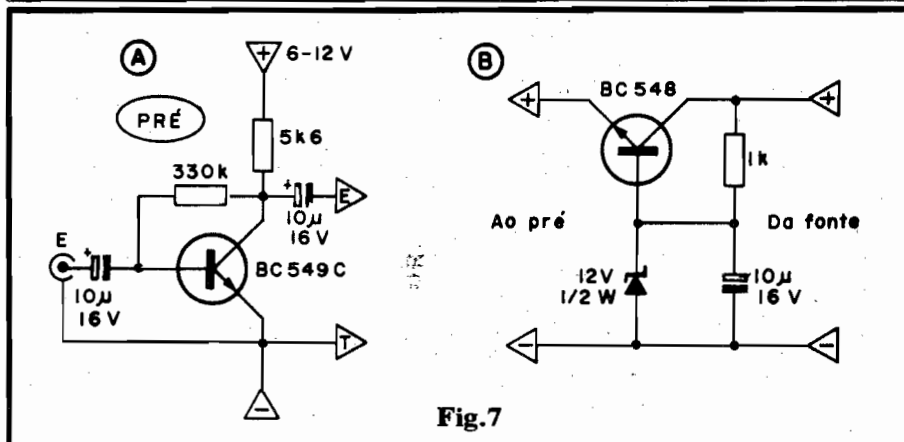

Fig.7
- FIG. 7 - UM PRÉ-AMPLIFICADOR PARA O MODAMP - Em 7-A mostramos um arranjo simples e efetivo para a pré-amplificação de sinais de baixo nível (e impedância relativamente alta...) antes de serem entregue à Entrada do MODAMP... O mini-módulo aceitará bem a maioria das fontes de pequeno sinal, microfones, cápsulas, etc., com boa fidelidade e bom ganho... Observem que o circuitinho "pede" uma alimentação entre 6 e 12V. Dessa forma, se o MODAMP estiver sendo energizado sob **essa** faixa de Tensão, tudo se torna muito fácil: